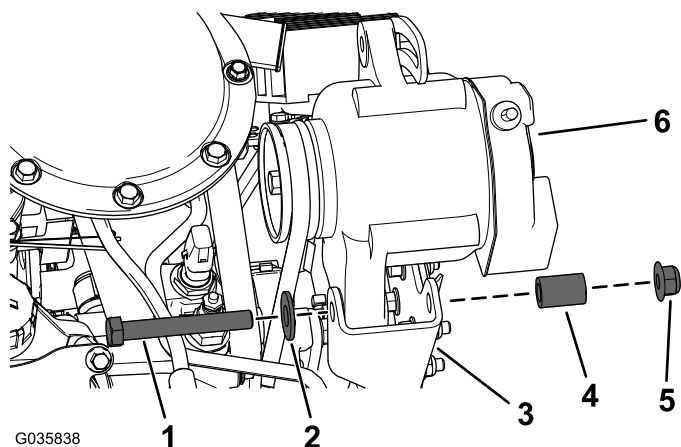

Figura 11
3. Instale o alternador no suporte do alternador com o parafuso de cabeça sextavada (3/8 x 2-3/4 pol.), uma anilha plana (7/16 pol.) e uma porca flangeada (3/8 pol.) como se mostra na Figura 11.